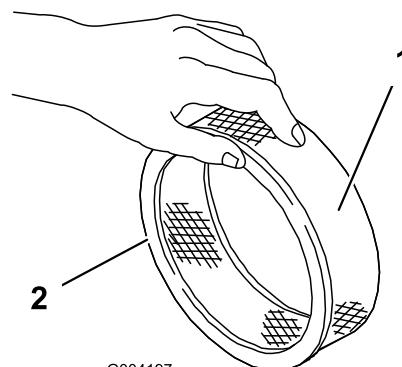

Figura 43
5. Verifique se o filtro de papel tem rasgões, película de óleo ou o vedante de borracha danificado (Figura 43).
1. Faça deslizar cuidadosamente o filtro prévio de esponja para o filtro de papel (Figura 43).